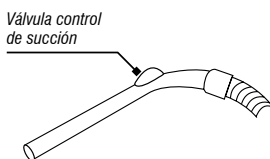

Fig. 18 – Regularo de la fuerza de succión
3. *Es posible regular la succión de la aspiradora, cuando vaya aspirar materiales más frágiles abra la válvula de succión de esta forma la fuerza de aspirado será menor, de acuerdo a lo mostrado en la Fig. 18.*